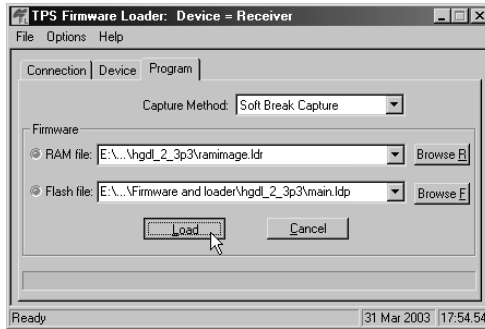

Figura 4-19. Pestaña Program
3. Seleccione la pestaña **Program** y defina el *Capture Method* (Método de Capture) a *Soft Break Capture* (Captura de Interrupción Suave) (recomendado) (Figura 4-19).
4. Busque y seleccione el archivo RAM y el archivo Flash del tablero del receptor (Figura 4-19).